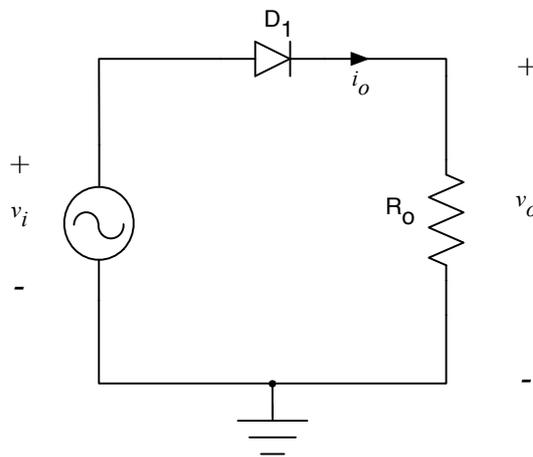

Figura 10 – Circuito para exercício resolvido 01.
**ER 01)** Considerando o circuito da Figura 10 e que a fonte de alimentação seja de 12 V (eficazes), o diodo é ideal e a carga tem resistência de 5  $\Omega$ , determine:
**ER 02)** Considerando o circuito da Figura 10 e que a fonte de alimentação seja de 12 V (eficazes), o diodo é o 1N5400 e a carga tem resistência de 5  $\Omega$ , determine:
**EP 01)** Considerando o circuito da Figura 10 e que a fonte de alimentação seja de 15 V (eficazes), o diodo é ideal e a carga tem resistência de  $5 \Omega$ , determine:
**EP 02)** Considerando o circuito da Figura 10 e que a fonte de alimentação seja de 15 V (eficazes), o diodo é o 1N5402 e a carga tem resistência de  $5 \Omega$ , determine: